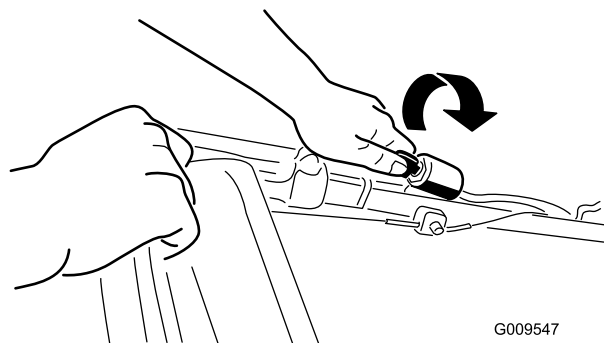
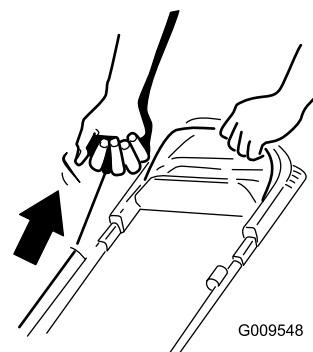

Figure 14
Figure 15
2. Tournez la clé de contact (Figure 14) (modèles à démarrage électrique uniquement) ou tirez la poignée du lanceur (Figure 15).
Remarque: Tirez la poignée du lanceur jusqu'à ce que vous sentiez une résistance, puis tirez vigoureusement (Figure 15). Laissez le lanceur se rétracter lentement jusqu'à la poignée.